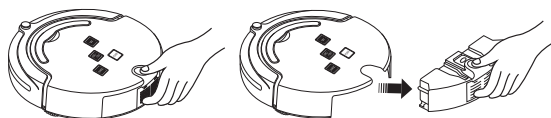
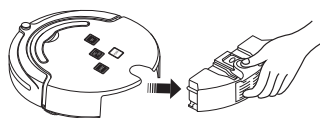

Рис. 1
Рис. 2
1. Выдвиньте контейнер для сбора пыли, нажав на кнопку на пылесосе. (см.рис. 1 и рис. 2)